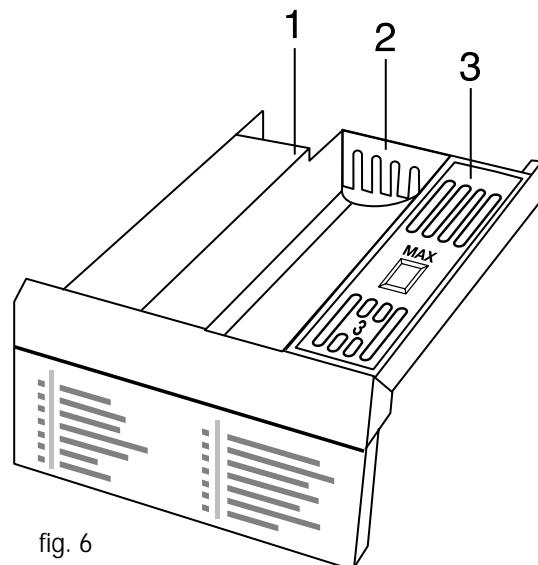

fig. 6
Le tiroir-réservoir à produits lessiviels comporte trois compartiments fixes (voir fig. 6):
- Vous pouvez retirer le tiroir-déturgent (fig. 6).
- Ouvrir le hublot, introduire le linge dans la machine (11).
- Veillez à ce que la quantité* d'adoucissant ne dépasse pas le signe MAX indiqué (fig. 6:3) dans le réservoir (* regardez les indications sur l'emballage).